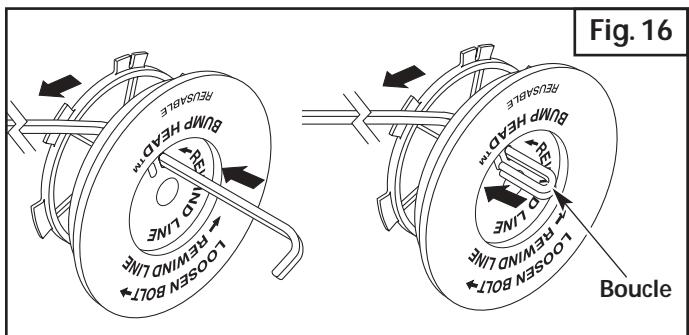

Fig. 16
8. Découpez environ 3,65 m (12 pi) de fil neuf. Insérez une extrémité de fil dans l'un des deux trous du moulinet intérieur (Fig. 16). Tirez le fil jusqu'à ne laisser que 10 cm (4 po) environ.
9. Insérez l'extrémité du fil dans le trou ouvert du moulinet et tirez sur le fil pour que la boucle soit le plus petit possible (Fig. 16).